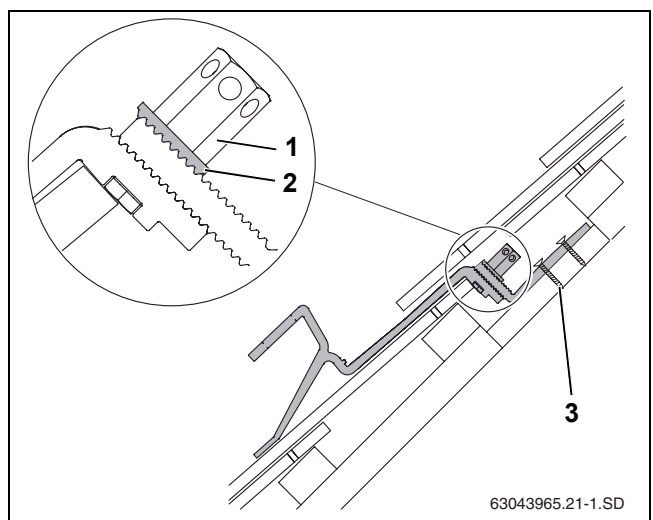

Fig. 18 Gancho de tejado montado – vista de la sección con parte inferior del gancho de tejado acortada
i La arandela dentada (Fig. 18, [2]) debe encajar en el lado dentado de la parte inferior del gancho para tejado.
- ▶ Apriete la tuerca hexagonal larga (Fig. 18, [1]). Introduzca para ello la llave de tamaño 5 en el orificio de la tuerca hexagonal y gírela.
- ▶ Fije la parte inferior del gancho de tejado al cabrio o a la tabla/tablon como mínimo en el primer (Fig. 18, [3]) y en el segundo orificio mediante tornillos adecuados.